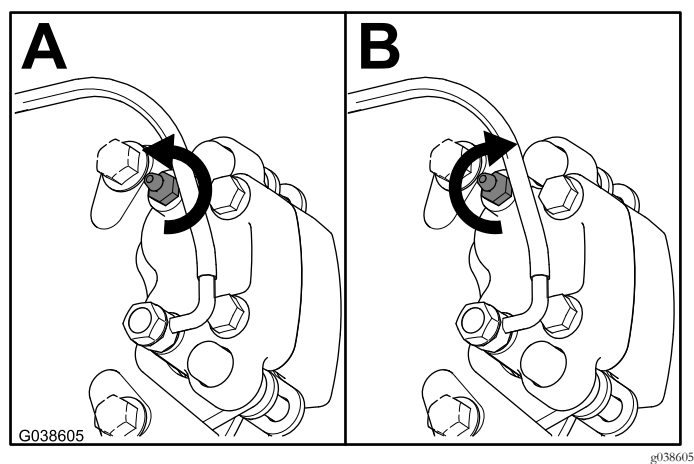

Рисунок 12
3. При полностью нажатой педали тормоза ослабьте продувочный винт на 1/4 оборота (Рисунок 12).
4. При полностью нажатой педали тормоза затяните продувочный винт на 1/4 оборота (Рисунок 12).